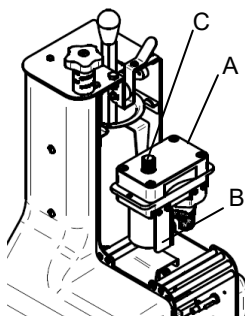

Fig. 6.2.1
1. Montare sulla macchina trafilatrice (4) la trafila sfoglia a V (2)
2. Posizionare l'applicazione raviolatrice (1) davanti alla macchina avendo cura di allentare la fessura della trafila sfoglia alle lamiere supporto sfoglia.
3. Collegare il connettore della raviolatrice (8) e alla scatola di alimentazione (7)
4. Collegare il connettore della scatola (6) al connettore della macchina (5)
5. Inserire lo stampo ravioli (Fig. 6.2.1 rif.A). Nel montaggio assicurarsi che si innesti il perno (B). Nel caso il perno non entrasse ruotare la manopola superiore dello stampo (C) fino al corretto inserimento.